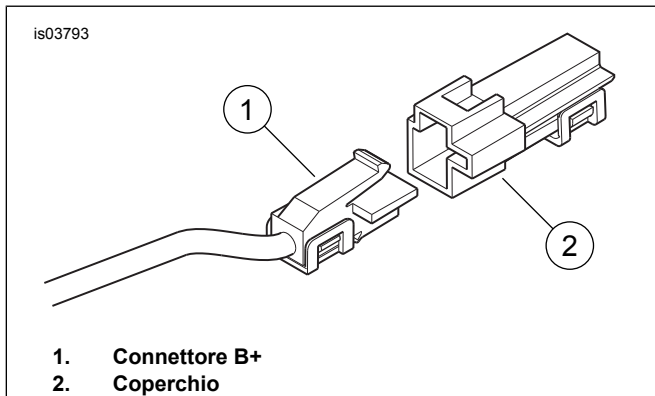
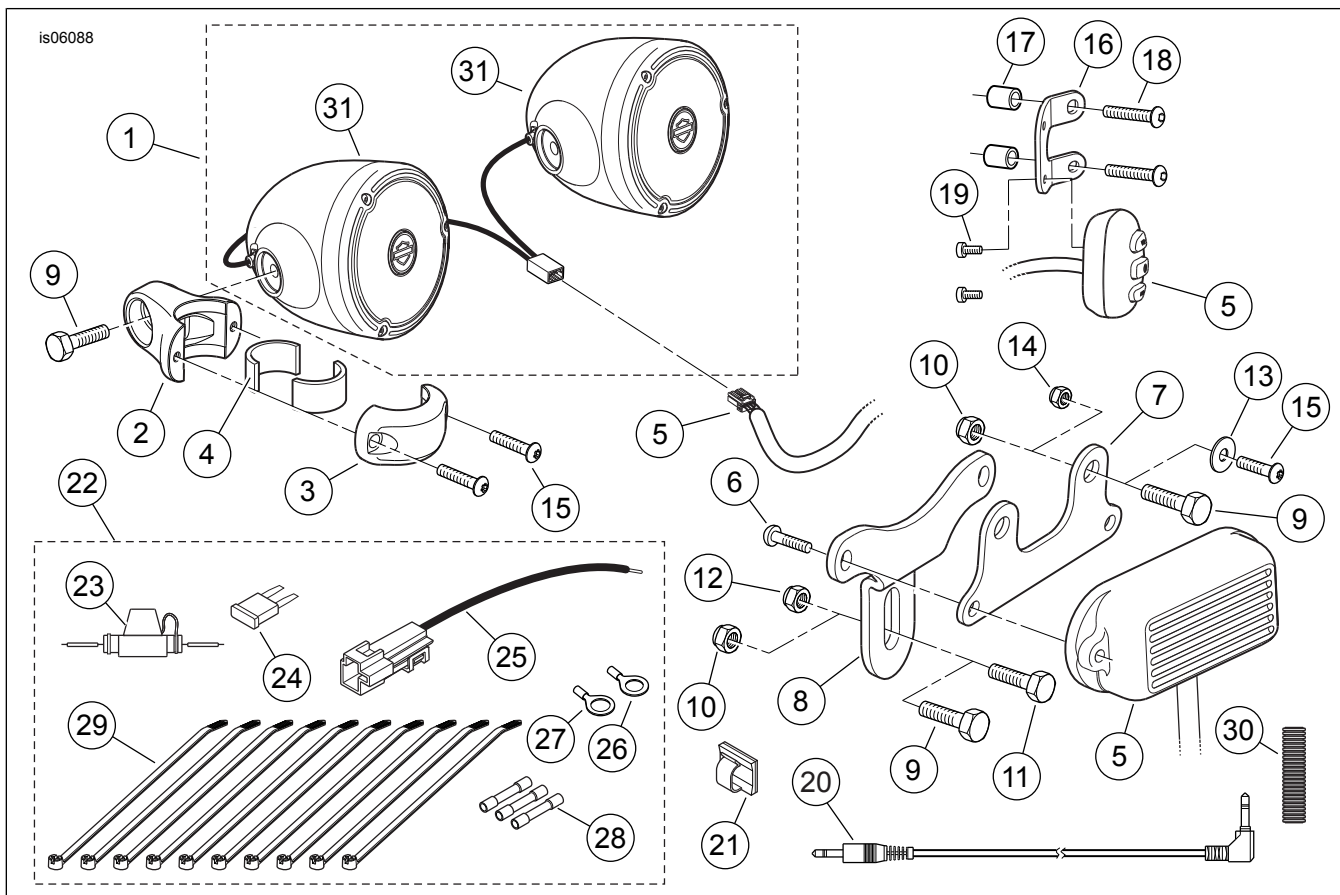

Figura 4. Connettore B+
Figura 5. Parti di ricambio, kit altoparlante e amplificatore montati sul manubrio
1. Vedere Figura 5. Prendere dal kit il corredo dei componenti dell'impianto elettrico (22). Prendere dal corredo dell'impianto elettrico il portafusibili in linea (23) e un connettore a giunto di testa a tenuta blu (28).
4. Prendere l'estremità libera del filo **rosso** del cablaggio. Prendere due connettori blu a giunto di testa a tenuta (28) e il filo dell'adattatore a 12 V (25) dal corredo dei componenti dell'impianto elettrico. Giuntare sul filo rosso il portafusibili in linea secondo le istruzioni riportate nel manuale di manutenzione. Giuntare il filo dell'adattatore sull'estremità opposta del portafusibili in linea.
5. Vedere Figura 4. Individuare il connettore (positivo della batteria) B+ (1) sul cablaggio principale sotto la sella (un filo rosso con un connettore grigio non utilizzato). Togliere il coperchio (2) dal connettore B+. Unire il connettore **rosso** del filo di alimentazione al connettore B+ del cablaggio.
10. Avvolgere il filo in eccesso sotto il serbatoio del combustibile, all'interno della gondola o sotto il morsetto del manubrio, in un punto in cui non interferisca con il funzionamento dello sterzo. Inserire nel portafusibili in linea il fusibile da 5 A (24) sul filo rosso.
13. Vedere Figura 5. Il connettore da 3,5 mm del comando manuale può essere fissato al manubrio con fascette fermacavi o alla piastra superiore dello sterzo o alla gondola con un fermo rivestito di adesivo (21) preso dal kit. Se si usa il fermo: